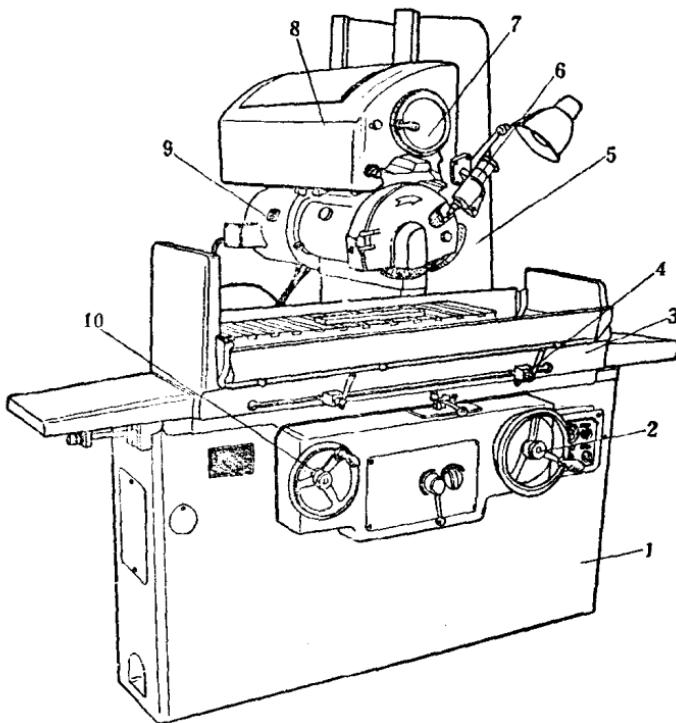

图1-6 M7120 A型平面磨床
3. M7120 A型平面磨床 M7120 A型平面磨床是一种卧轴矩台平面磨床，用砂轮的圆周面磨削平面。它由床身 1、工作台 3、立柱 5、磨头 9 和砂轮修整器 6 等部件组成（图1-6）。